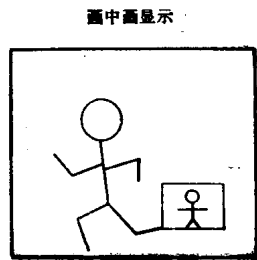

图7 画中画显示
(3) 画中画(单个辅画面)显示:单个辅画面可以是静止的,也可以是活动的,它可以放到主画面的任一角落上。见图7